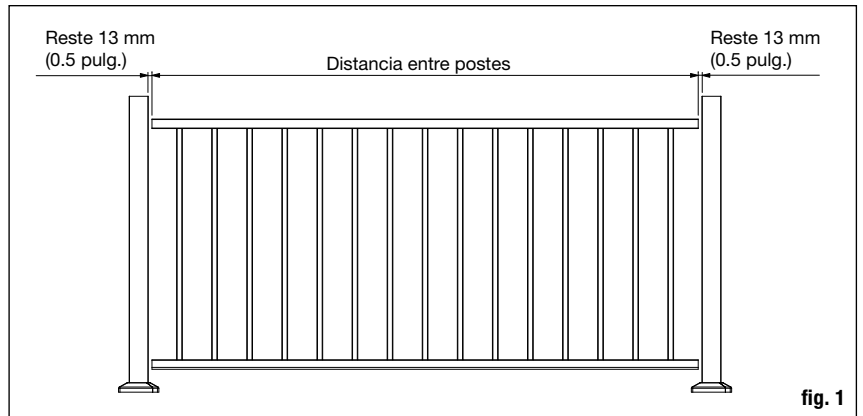

fig. 1
Paso 3: Reste 1.3 cm (1/2 pulg) adicionales de ambos extremos (2.5 cm [1 pulg.] en total) para que el soporte quepa entre el barandal y el poste. (**fig. 1**).